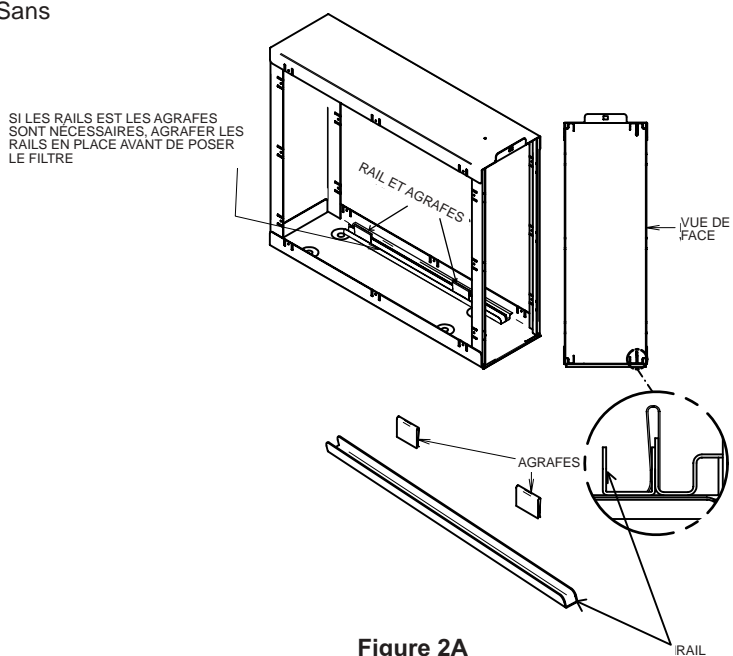

Figure 2A
**Remarque touchant le boîtier ACM2000U** : Unité dotée de rails amovibles (figure 2A). Utilisée avec les rails, elle accepte les filtres de 650 x 505 x 110 mm (24,5 x 19,9 x 4,3 po). Sans les rails, elle accepte les filtres de 125 mm (5 po).